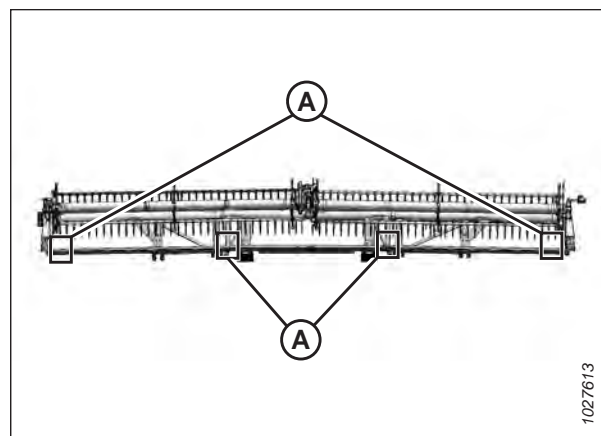

Figura 4.281: Ubicaciones de medición de FlexDraper®: molinete doble
- Plataformas de molinete doble: Figura 4.281, página 443